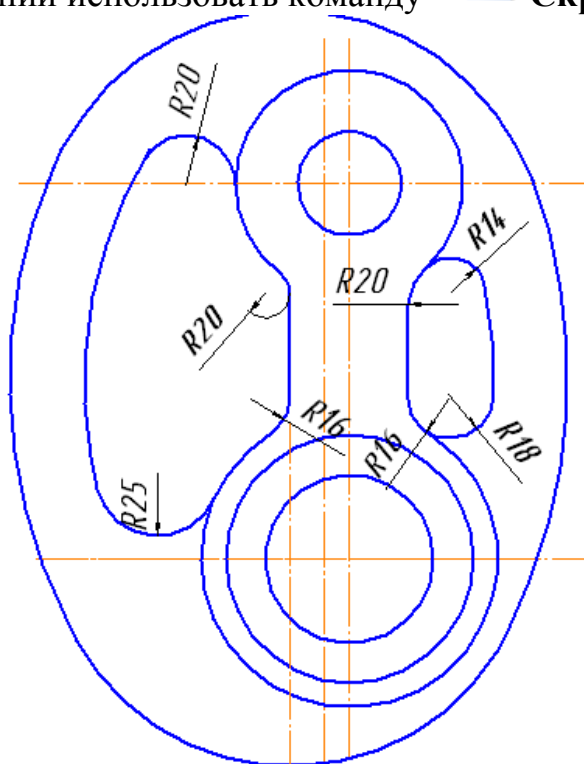

Рис. 7
7. Построить сопряжения между прямой и дугой окружности. Для построения сопряжений использовать команду –  **Скругление** (рис. 7).